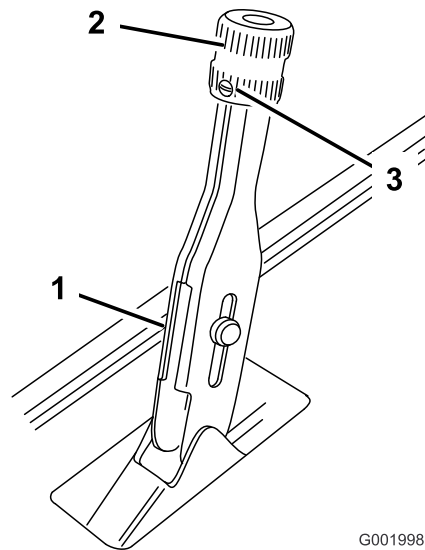

図 60
1. ブレーキ・レバーに調整ノブを固定している固定ネジをゆるめる (図 60)。